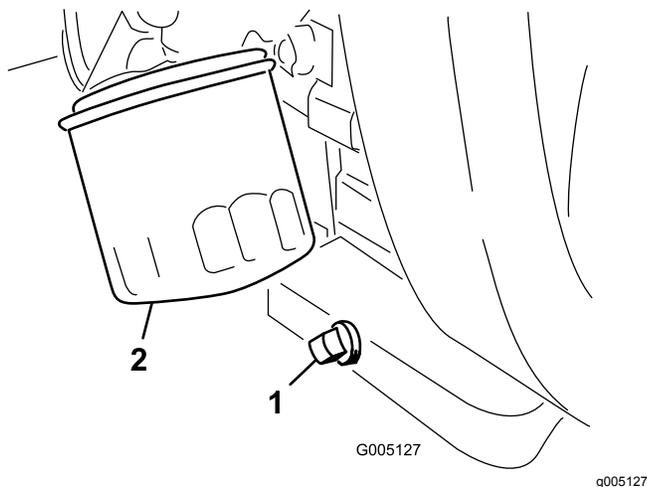

図 37
1. ドレンプラグ 図 37 を外してオイルを容器に受ける。
2. ドレンプラグのねじ山をきれいにして PTFE シーラントを巻き付ける 図 37。
3. オイルフィルタ 図 37 を外す。